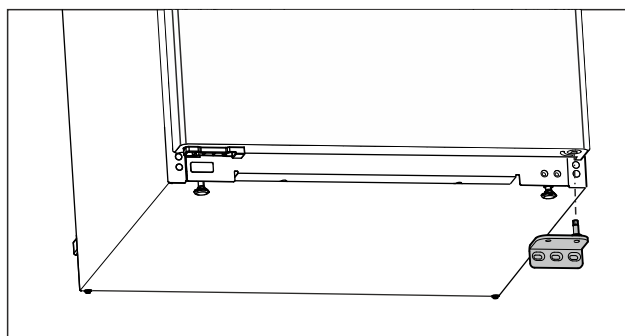

Fig. 15
- ▶ Zdjąć płytkę zawiasu w dół. (patrz Fig. 15)